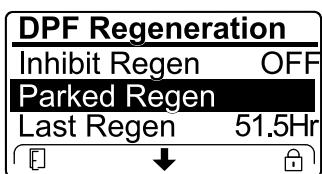

Figura 54
- Si el ordenador del motor solicita una regeneración de recuperación o si está procesando una regeneración de recuperación y se desplaza hasta la opción PARKED REGEN (Regeneración con la máquina aparcada), la regeneración con la máquina aparcada se bloquea y aparece el ícono del candado (Figura 54) en la esquina inferior derecha del InfoCenter.